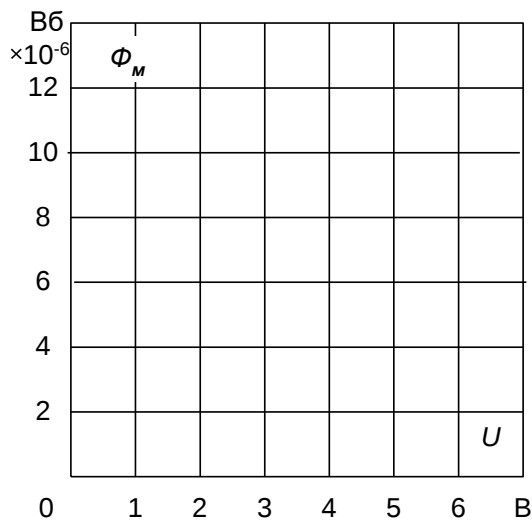

Рис. 5.9
- Рассчитайте и постройте на рис. 5.9 экспериментальный график изменения амплитуды магнитного потока от напряжения на катушке:
- Постройте расчётный график также на рис. 5.9 и сравните его с экспериментальным.